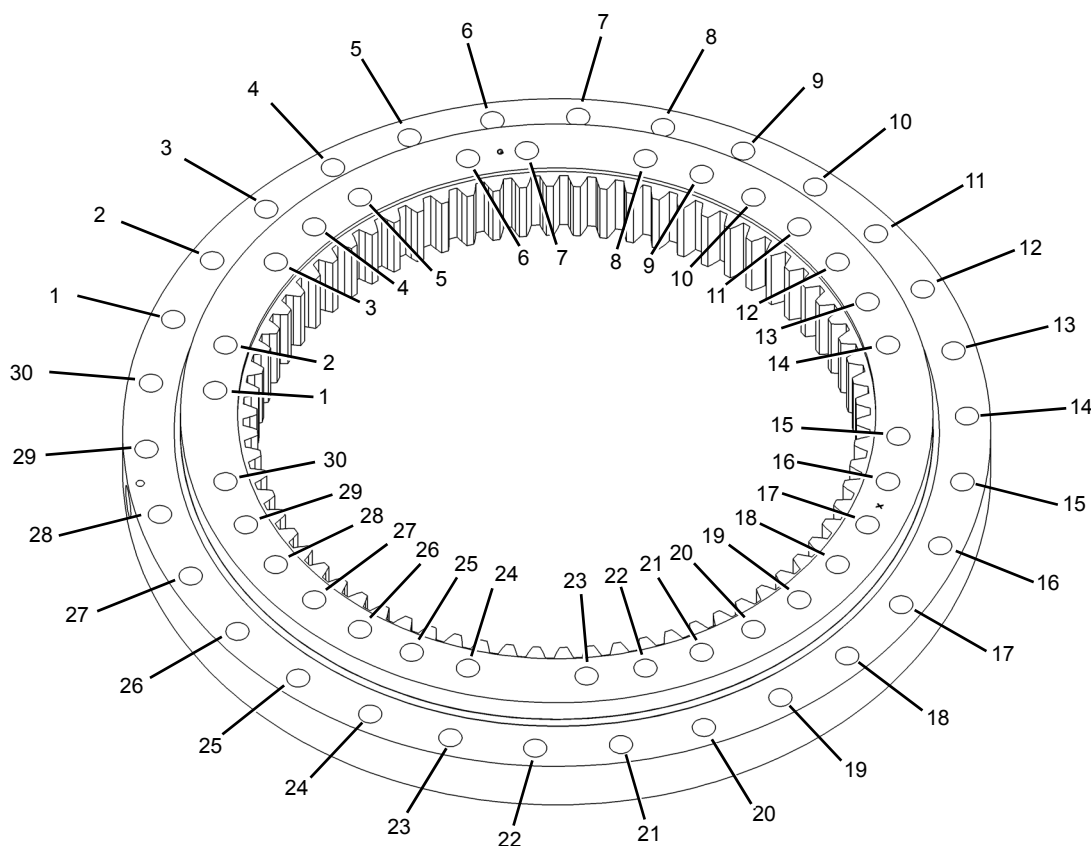

FIGURA 6-6
La pista interior del cojinete se fija a la torreta por medio de 30 pernos de grado 8 de 1 pulg (Figura 6-6). La pista exterior
del cojinete se fija al chasis por medio de 30 pernos de grado 8 de una pulgada (Figura 6-6).
3. Apriete todos los pernos a un 80 % del valor de par de apriete total de 908 Nm $\pm$ 35 Nm (670 lb-ft $\pm$ 26 lb-ft) siguiendo una secuencia de patrón en estrella como se muestra en la (Figura 6-6), comenzando con el perno número 1.